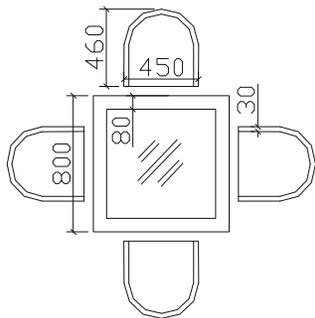

图 4-1-22
使用本案例的制作方法，使用 AutoCAD 2004 的 矩形 RECTANG (REC) 圆弧 ARC (A) 偏移 OFFSET (O) 修剪 TRIM (TR) 等命令，绘制出如图 4-1-22、4-1-23 所示的平面图。